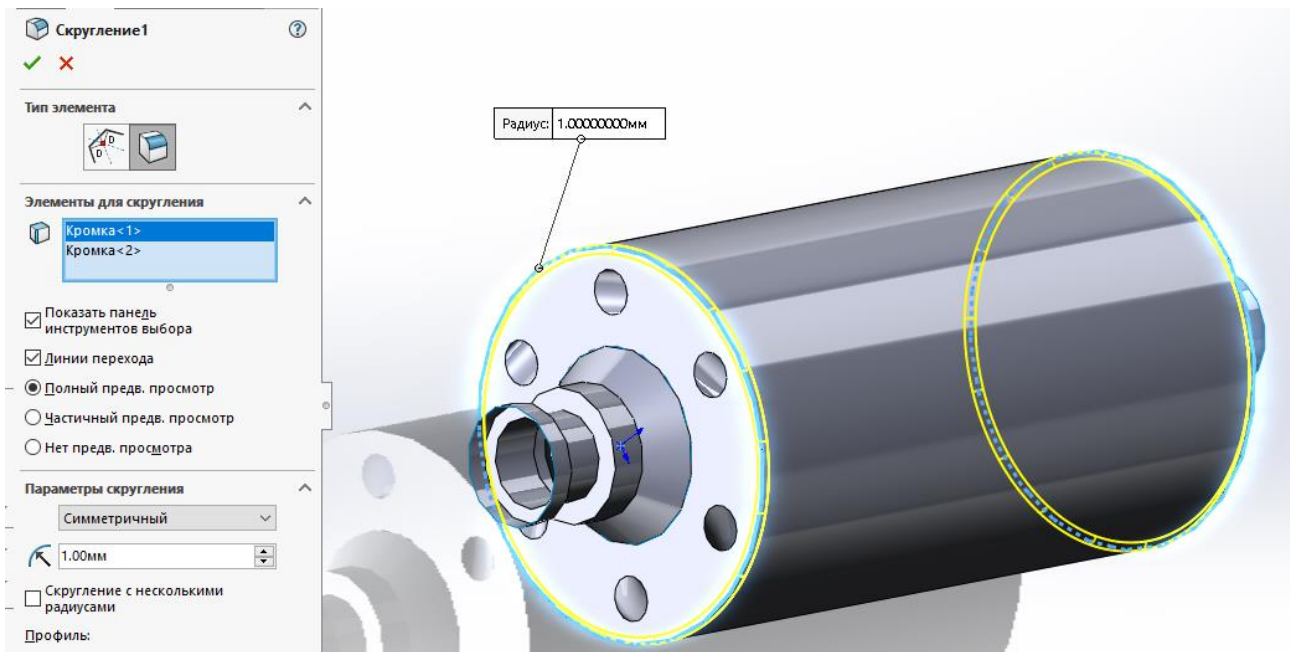

Рис. 16. Создание скруглений
17. Скругляем необходимые кромки. Для этого используем инструмент **Скругление** , выделяем кромки, задаем радиус скругления 1 мм и нажимаем галочку в верхней части панели  (рис. 16).